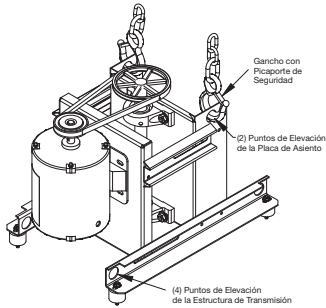

Figura 4 – Orejas de Elevación en la Estructura de Transmisión
- Use las orejas de la estructura de transmisión para levantar y colocar la unidad sobre la base. Ver Figura 4.